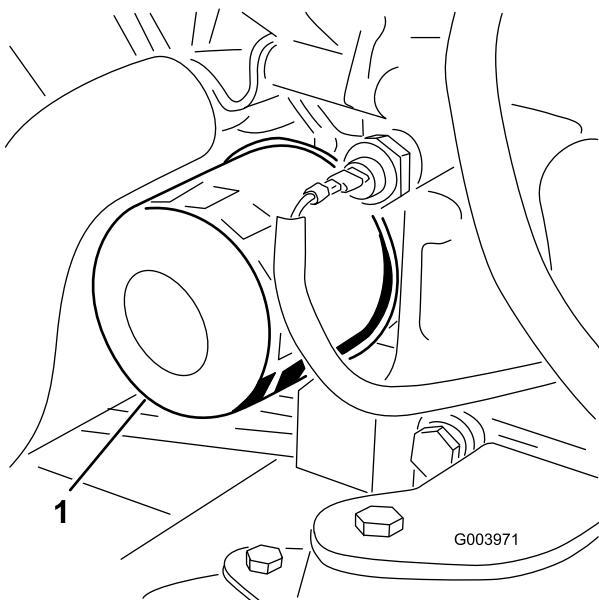

Figura 53
- Retire el filtro de aceite (Figura 53).